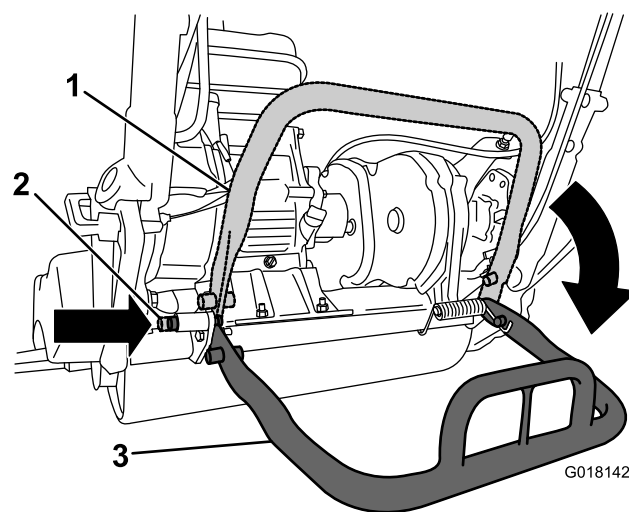

Bild 23
- Senken Sie den Ständer ab und drücken den Arretierbolzen ein, um ihn in der WARTUNGSSTELLUNG zu arretieren, damit das Gerät nicht nach hinten kippt, wenn Sie die Spindel entfernen (**Bild 23**).